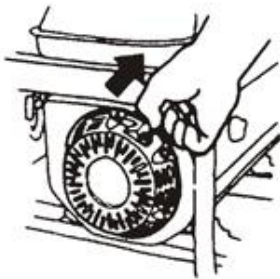

Рис. 30
6.5. Запустіть генераторну установку (Рис. 30).